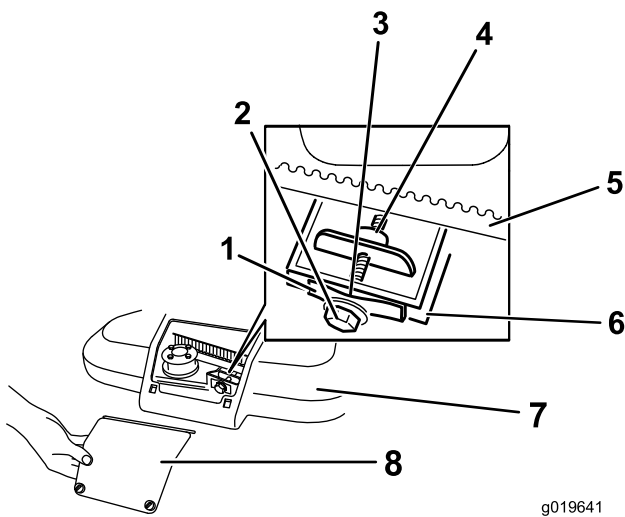

Figure 32
1. Desserrez les 2 vis sur le panneau d'accès au couvercle de courroie et déposez le panneau (Figure 32).
**Remarque:** Si un espace est visible entre la jauge et le ressort, serrez le boulon et l'écrou de réglage jusqu'à ce que la jauge d'épaisseur puisse à peine passer dans l'espace (Figure 32).